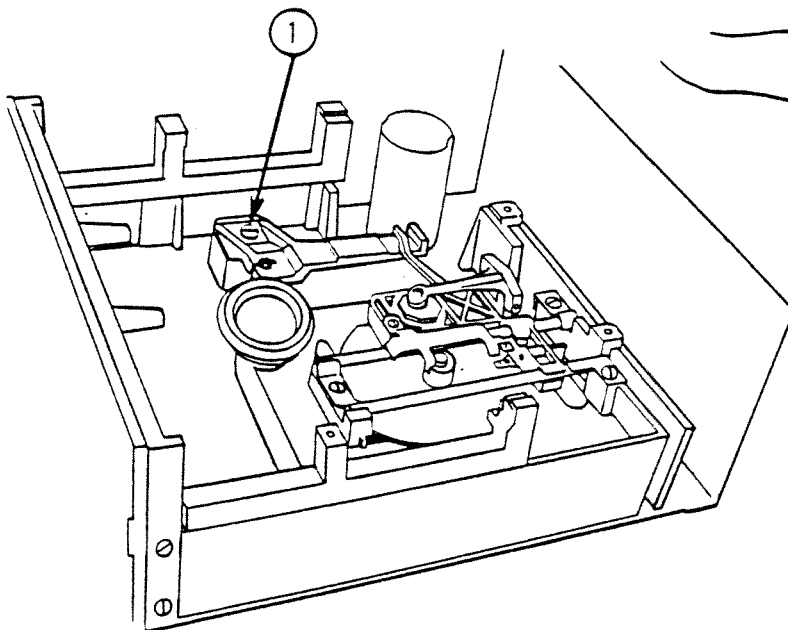

ABBILDUNG 5
2. Wenn das Werkzeug nicht richtig zentriert ist, weil der Anschlag zu weit vorne ist, lockern Sie die Befestigungsschraube für den Anschlag (Abbildung 5,#1), - sie ist durch das kleine runde Loch links vom Werkzeug zu erreichen - und lassen den Diskettenanschlag zurückgehen.